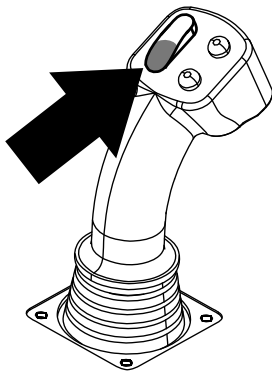
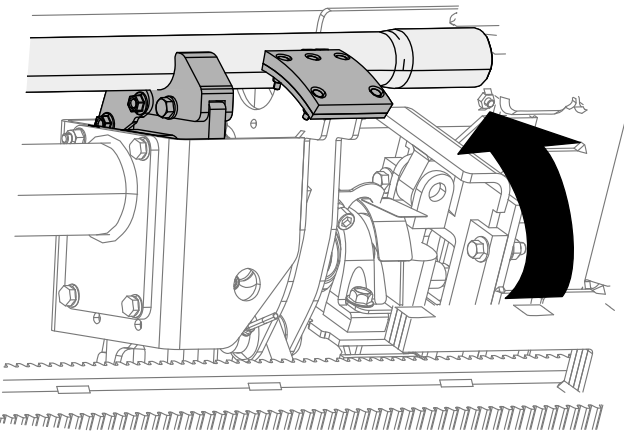

Рисунок 17
Рисунок 18
9. Удерживайте нижнюю часть перекидного переключателя (Рисунок 17) до тех пор, пока кулачковый механизм не повернется к выбранному ряду под ящиком для труб (Рисунок 18).